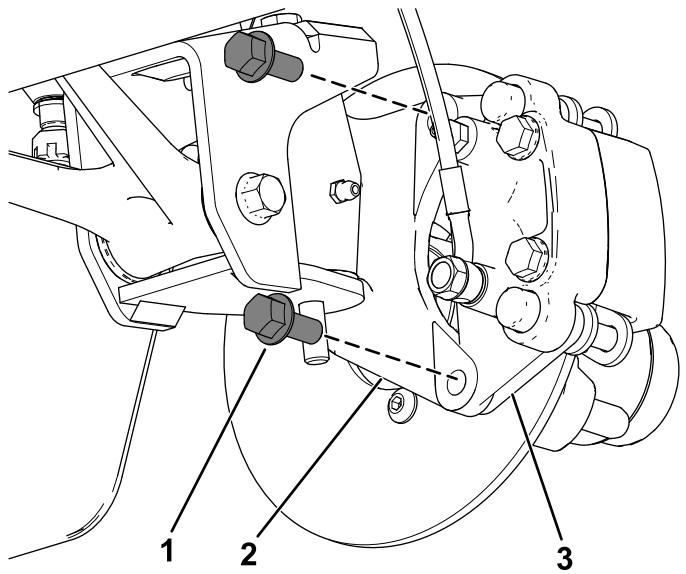
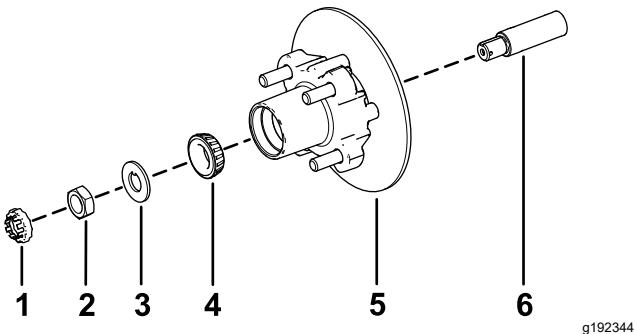

図38
図 42
- ブレーキアセンブリ用のブラケットをスピンドルに固定しているフランジヘッドボルト $\frac{3}{8}'' \times \frac{3}{4}''$ を外してスピンドルからブレーキを取り外す 図38。
1. スピンドルに所定のグリスを薄く塗る図 42。
2. ハブとロータをスピンドルに取り付ける。ロータを内側にすること図 42。
3. スピンドルに外側ベアリングを取り付けてレースにはめる図 42。
4. スピンドルにタブワッシャを取り付ける図 42。
5. スピンドルにスピンドルナットを取り付け、ハブを回してベアリングを着座させながらナットを $15 \text{ N}\cdot\text{m} / 1.52 \text{ kg.m} = 11 \text{ ft-lb}$ に締めつける図 42。
2. ブレーキパッドをロータのそれぞれの側に合わせ図 38、キャリパブラケットの穴と、スピンドルフレームのブレーキ取り付け部の穴を整列させる図 42。
3. キャリパブラケットをスピンドルフレームに固定する図 38 フランジヘッドボルト $\frac{3}{8}'' \times \frac{3}{4}''$ 2本を使用する。